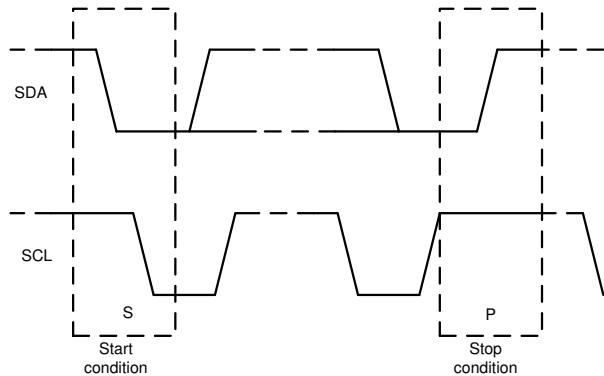

図 6-21. START 条件と STOP 条件
1. コントローラは、スタート条件を生成することで、データ転送を開始します。図 6-21 で示されているように、SCL がハイの状態で SDA ラインにハイからローへの遷移が発生すると、スタート条件となります。すべての I2C 互換デバイスは、スタート条件を認識します。
4. データ転送の終了を通知するために、図 6-21 に示されているように、コントローラは SCL ラインがハイの状態で SDA ラインをローからハイに引き上げることでストップ条件を生成します。このアクションによってバスが解放され、アドレス指定されたターゲットとの通信リンクが停止します。すべての I2C 互換デバイスが、ストップ条件を認識します。ストップ条件の受信によって、バスは解放され、すべてのターゲットデバイスはスタート条件および一致するアドレスが送信されるのを待ちます。